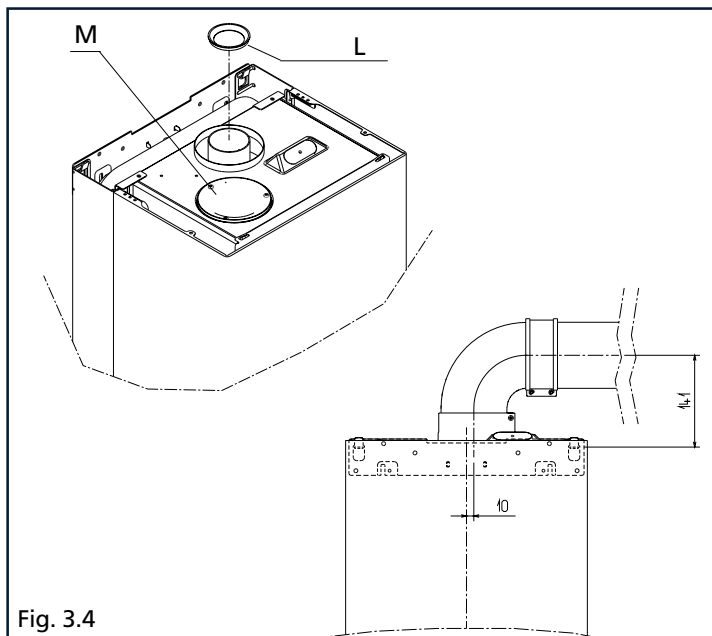

Fig. 3.4
La caldaia viene fornita predisposta per essere collegata a condotti di scarico/aspirazione coassiali, con la flangia fumi (L) installata e l'apertura per l'aspirazione aria (M) chiusa (fig. 3.4).